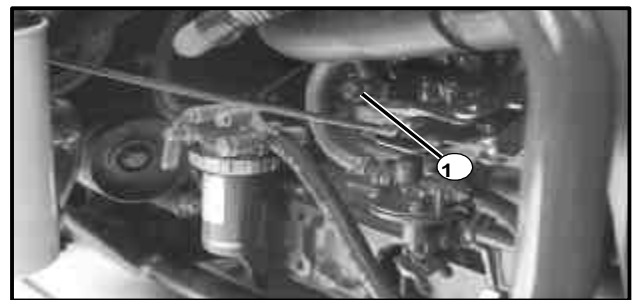

Figure 26
4. Ouvrez l'orifice de purge d'air sur le dessus de la pompe d'injection ; ouvrez l'orifice de purge d'air seulement lorsque le moteur n'est PAS en marche (voir la fig. 26).